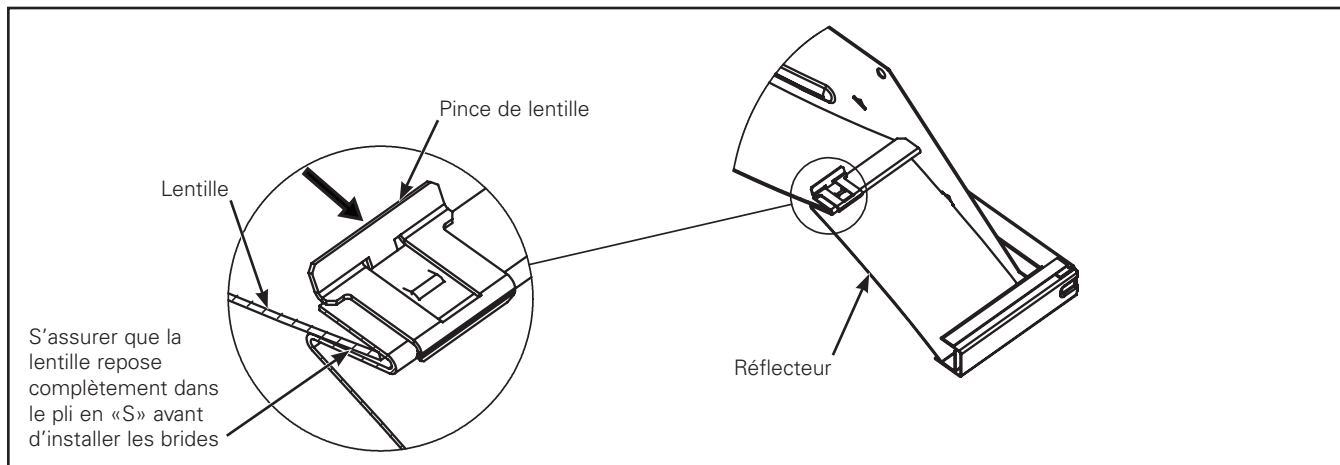

Figure 5. et 6. Vue de côté
2. Pousser la bride jusqu'à ce que la collerette d'encastrement s'enclenche en place à la lentille, comme illustré aux figures 5 et 6. Les brides doivent être placées à environ 5 cm (2 po) des extrémités de la plaque.